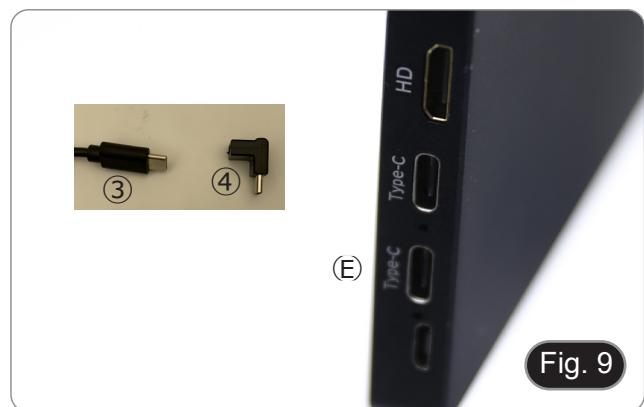

Fig. 9
10. Ligar o conector de alimentação do monitor ③ no adaptador “L” fornecido ④. (Fig. 9)
11. Ligar o adaptador “L” na porta “Type C” ⑤ colocado no lado direito do monitor.